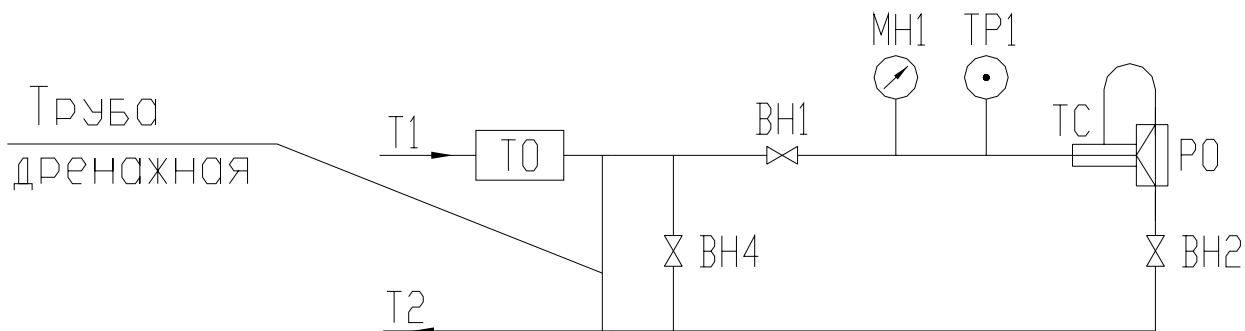

Рисунок 3
5.7.1. Рисунок 3. Установка регулятора в системе охлаждения технологического оборудования. Применен регулятор РТВЖ-К исполнения 3. С увеличением температуры увеличивается расход охлаждающей воды.
Установку регулятора РТВЖ-К (Исп.1) в системе приточной вентиляции производить по схеме (Рис.3), исключив из нее дренажную трубу.
- 6.3. Пустить максимальный поток воды через обводную линию (ВН4) при закрытых вентилях (ВН1...ВН3) регулятора (рисунок 3...7).